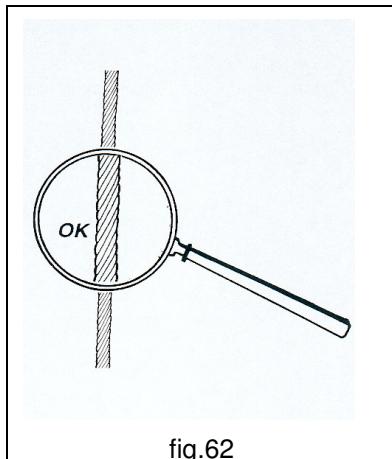

fig.62
- **SEMPRE** verificare idoneità ed efficienza delle imbracature (funi; catene; fasce; ecc.); in particolare controllare che non presentino lacerazioni, schiacciamenti, trefoli rotti o parti non lubrificate (fig.62).